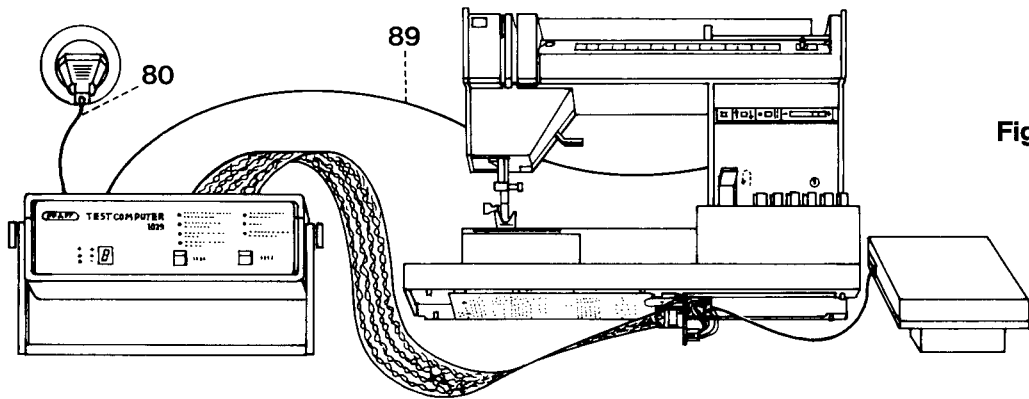

Fig. 54c
- Das Maschinen-Netzkabel 80 am Testgerät anschließen und in die Netzsteckdose stecken (siehe Abb. 54c).
- Connect machine power cord 80 to the test computer and plug it into the wall socket (Fig. 54c).
- Relier le cordon de secteur 80 de la machine au testeur et à la prise de secteur (fig. 54c).